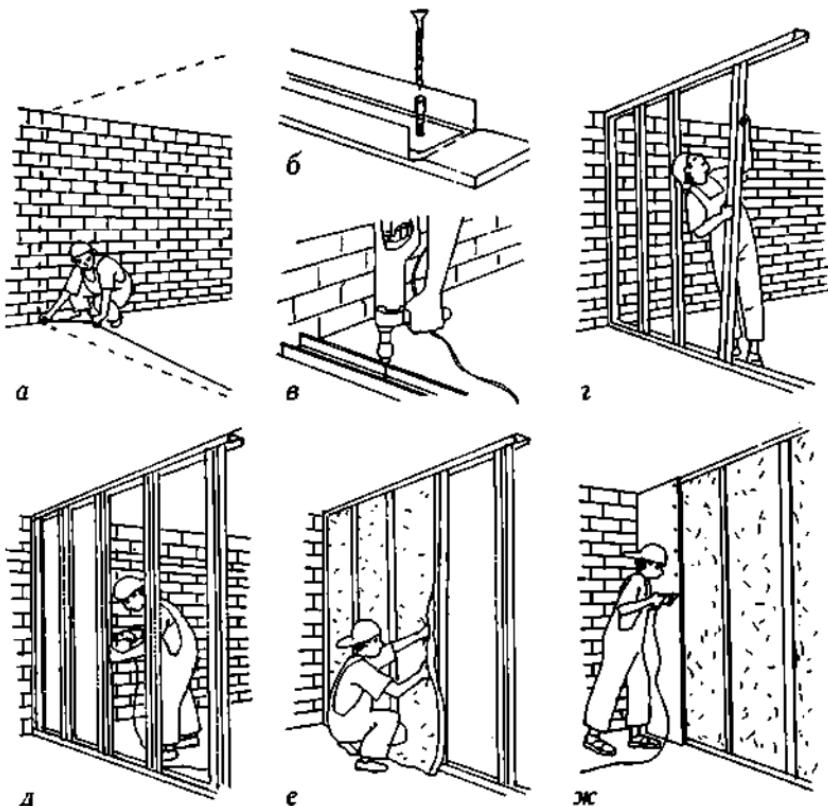

Рис. 57
**Технология устройства гипсокартонных перегородок.** Согласно проекту, на полу, стенах и потолке с помощью красящего шнура обозначается положение перегородок (рис. 57 а). Точность разметки проверяется с помощью отвеса и уровня. Для быстрой и безошибочной установки перегородок рекомендуется отмечать на полу положение опоры с помощью специальных трафаретов и пульверизатора с краской.
После наклеивания на направляющий профиль звукоизоляционной (полиуретановой или пенорезиновой) ленты осуществляется крепление направляющего профиля (рис. 57 б, в). Расстояние между крепежными дюбелями должно быть не более 1 м. Оптимальное расстояние между крепежными элементами 80 см. Каждый профиль должен быть закреплен не менее чем тремя дюбелями.
Осуществляется установка стоечных и потолочных профилей (рис. 57 г). Для обеспечения оптимального сопряжения стоечные профили должны как минимум на 2 см заходить в потолочный. Заводка стоечных профилей осуществляется вначале внизу, а затем вверху.
между местами крепления плит первого слоя может быть увеличено до 75 см (рис. 57 д).
После обшивки плитами одной стороны каркаса и прокладки необходимых электрических и санитарно-технических коммуникаций в имеющемся в каркасе пространство укладывается изоляционный материал (например, минеральная вата) (рис. 57 е). Изоляционный материал должен полностью и по всей площади заполнять пространство и должен быть закреплен от возможного сползания вниз или смещения.
Осуществляется обшивка второй стороны каркаса стены (рис. 57 ж). Так стена получает окончательную стабильность, жесткость и завершенность.